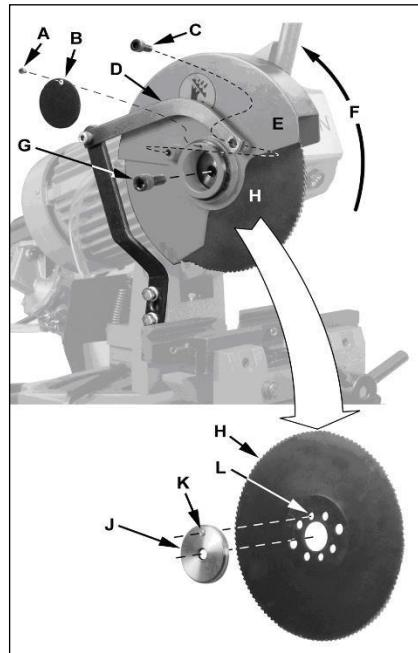

Рис. 4
Снимите винт (A, Рис. 4) и крышку (B). Снимите винт с внутренним шестигранником (C). Поднимите нижний защитный кожух (E) вверх (F). Снимите винт с внутренним шестигранником (G). Примечание: Винт (G) с левой резьбой. Снимите пильный диск (H) и внешний фланец (J). Установите новый пильный диск и убедитесь, что его зубья направлены по направлению резания. Примечание: у фланца (J) имеется штифт (K), который должен совпасть с нужным отверстием (L). Нанесите несколько капель легкого машинного масла на диск. Установите детали в обратном порядке. Подключите станок к сети.